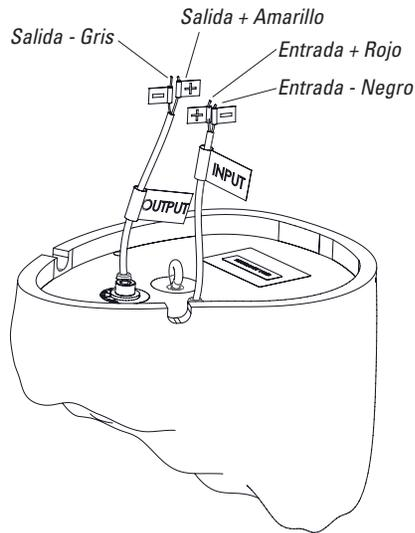

Figura 33
5. El altavoz L12XC se suministra con el transformador ajustado a 250 W. Si quieres utilizar un ajuste de menor potencia, utiliza un destornillador de punta Philips para quitar el tornillo Philips protector tal como se muestra en la Figura 33.